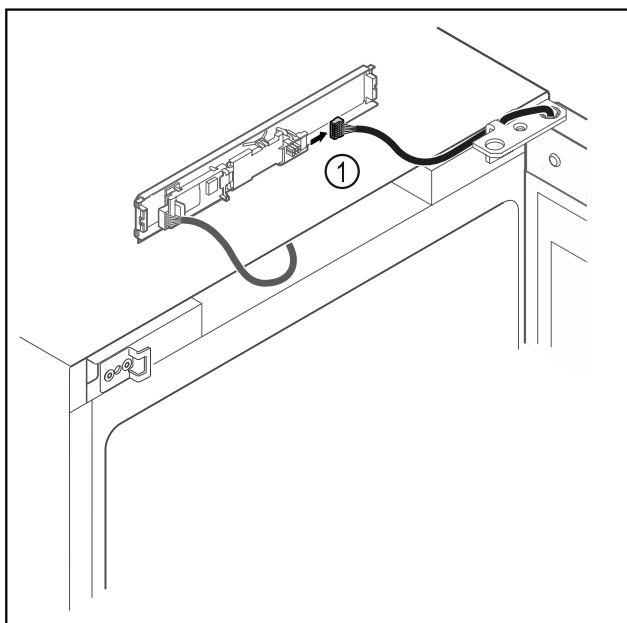

Fig. 18
- Débrancher le connecteur *Fig. 18 (1)* de la platine.